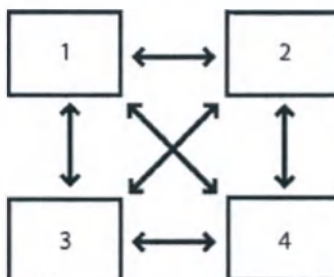

Рисунок 12-2 Режим перемещения курсора для 2 x 2
- ◆ **2 x 2:** выберите эту опцию, если два дисплея расположены поверх двух других дисплеев. В таком режиме курсор можно перемещать с текущего дисплея на соседние, как показано на рис. 12-2.